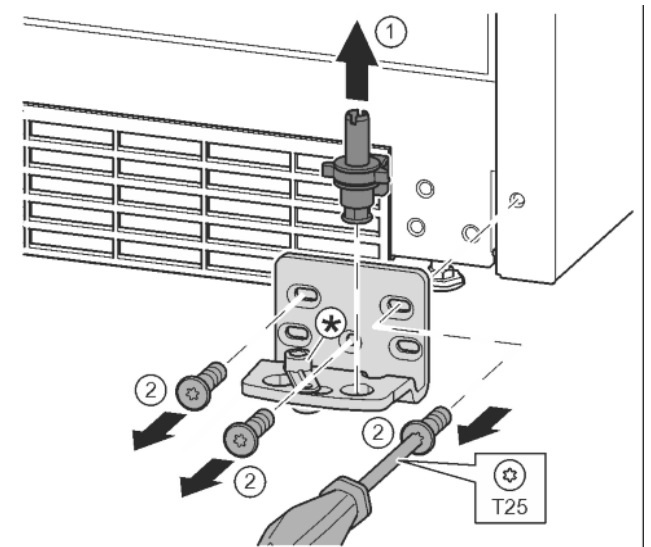

Fig. 15
- ▶ Lagerbolzen komplett nach oben herausziehen. *Fig. 15 (1)*
- ▶ Schrauben mit Schraubendreher T25 herausdrehen und Lagerbock abnehmen. *Fig. 15 (2)*